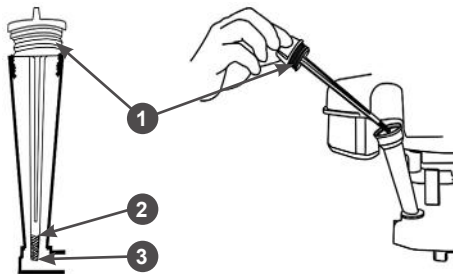

Рис. 18. Замена моторного масла
5. Осторожно открутите крышку-щуп 1 (Рис. 18) маслосаливной горловины, протрите его насухо и отложите в сторону.
9. Установите крышку-щуп в отверстие маслосливной горловины, не закручивая ее. Аккуратно вытащите щуп и осмотрите его. Уровень масла должен соответствовать верхней отметке 2 на щупе (Рис. 18).